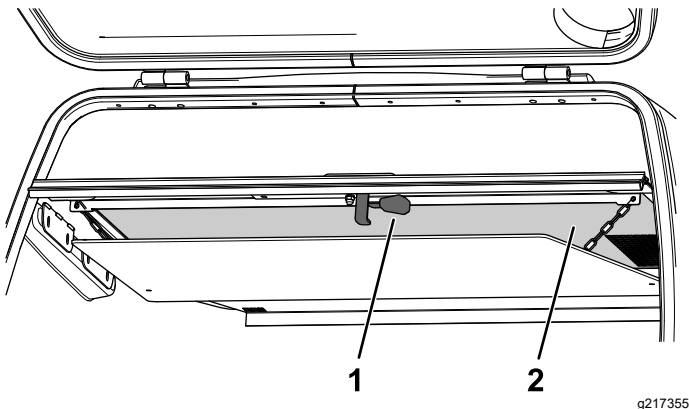

Рисунок 138
2. Потяните стопорный рычаг в нижней части сетки бункера вниз (Рисунок 138).